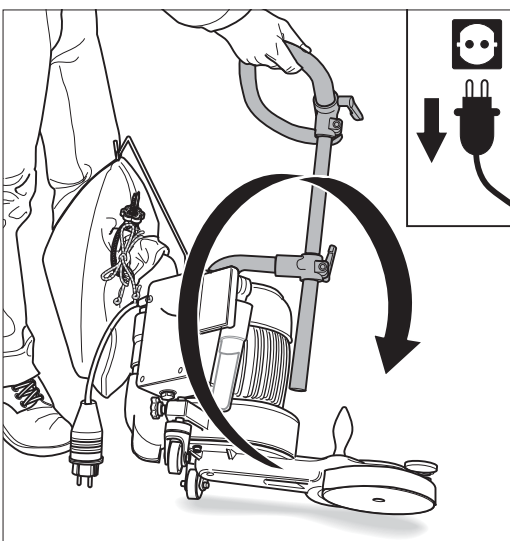

Abb. 54: Die UNICO auf die **linke** Seite kippen und vorsichtig absetzen.
- 3 Legen Sie die UNICO auf die Seite, indem Sie die Maschine rechts am Haltebügel anfassen, auf die **linke** Seite kippen (Abb. 54) und vorsichtig absetzen.